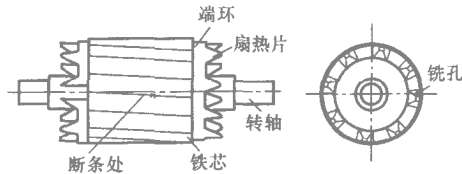

图 1-11 转子断条的端部处铣孔示意图
- (1) 拆开电机，取出转子，用电磁感应法准确地确定鼠笼导条断裂的位置，并做上明显标记。
- (2) 在铣床上用立铣刀将转子断裂导条的端部处铣一缺口，露出槽形孔，如图 1-11 所示。若有几根导条断裂，则需铣几个孔。
- (3) 在钻床上用深孔钻头（一般的钻头接长）沿着断条槽钻穿，钻头直径略小于导条直径。
- (4) 用与钻头直径一样大小的轧制铝条（性能比铸铝优良）镶入已被钻穿的断条槽中，两端各留出 5mm 作为焊接用。
- (5) 采用氩弧焊（或气焊）将铝条牢牢地焊在端环上。若采用气焊，则需注意不要把周围的扇热片熔化掉。
(6) 进行静平衡校验，如有条件再作动平衡校验。